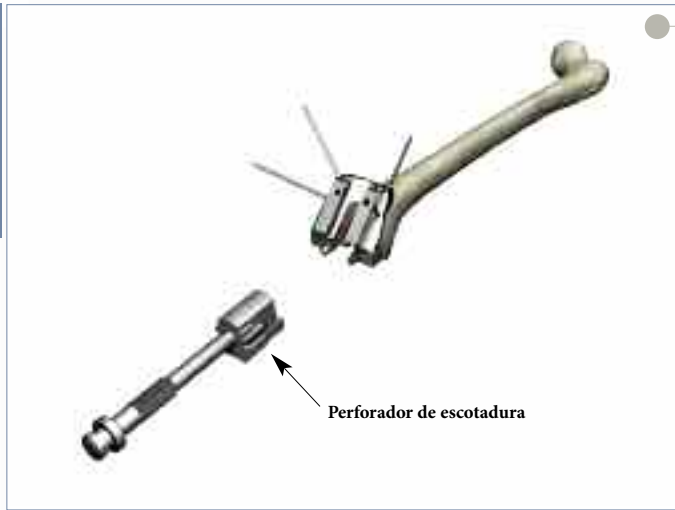

Figura 21
- ▶ Guíe el perforador de escotadura por las vías de la cara distal del bloque para escotadura (**Figura 21**). Los rieles situados a los lados del borde del corte encajan en las vías de las paredes interiores del bloque.